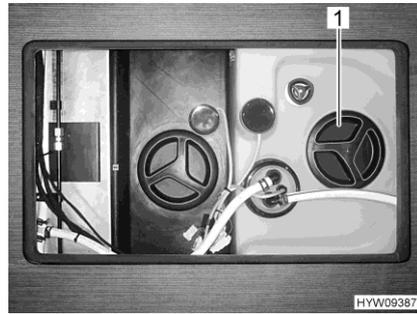

Fig. 220 Orificio de limpieza (depósito de agua)
- Retirar la tapa de cierre (Fig. 220,1) del depósito de agua.